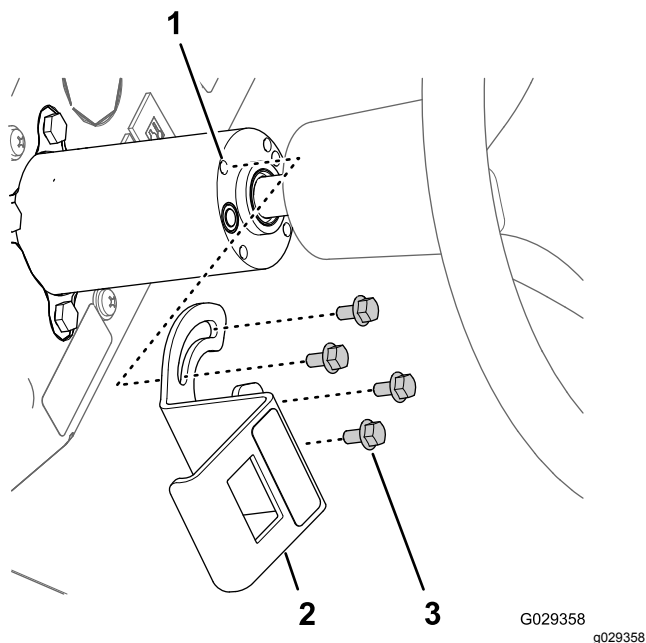

Рисунок 208
1. Совместите пазы в монтажном кронштейне для переключателя управления пенообразованием с 4 резьбовыми вставками в рулевой колонке (**Рисунок 208**).
3. Вставьте 8-гнездовой разъем в отверстие в кронштейне и подсоедините его к штырям (**Рисунок 208**) в задней части 3-позиционного переключателя с ручкой (переключатель управления пенообразованием).